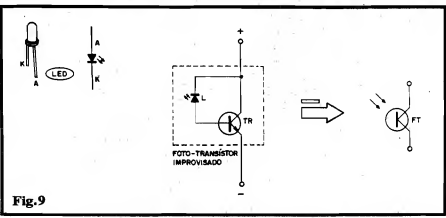

Fig. 9
- FIG. 9 - "FAZENDO" UM FOTO-TRANSISTOR - Quando falamos que toda junção semicondutora é - de algum modo - fotosensível, estávamos "dando a pista" para uma série de possibilidades, além de oferecer uma explicação básica ao próprio fenômeno que "regulamenta" a moderna optoeletrônica... Na verdade, qualquer forma de Energia, externamente aplicada a uma junção P-N (também qualquer...), modifica momentaneamente a própria estrutura elétrica da dita junção, alterando a disponibilidade de "buracos" ou de "elétrons livres" (os "velhos" portadores de carga, nas junções semicondutoras...). Essa Energia externa pode ser imposta "eletricamente" (como ocorre na mera polarização ou apresentação dos sinais convencionais à base de um transistor comum...), ou mesmo na forma de calor ou de luz! Sob qualquer desses estímulos energéticos, a "barreira de junção" se modifica, alterando nitidamente as "facilidades" (ou "dificuldades"...), momentâneas à passagem da Corrente... O único requisito, portanto, para fazer qualquer junção semicondutora agir como "tradutora" de manifestações energéticas, é possibilitar o acesso dessa energia externa à dita junção! Um LED (Diodo Emissor de Luz), pela sua própria estrutura e construção é - obviamente - "permeável" à LUZ (que deve ter facilidade para dele "sair"...). Essa permeabilidade pode - na prática - ser usada em sentido inverso, ou seja: a luminosidade externa também pode "entrar" num LED através do seu encapsulamento acrílico, translúcido ou transparente! Dessa forma, com o simples arranjo mostrado no esqueminha central da fig. 9, podemos "fazer" um razoável foto-transfistor... Observem que o LED (de preferência nas cores amarela ou âmbar, que dão melhores resultados nesse "truque"...), deve ficar, no percurso coletor/base de um transis-